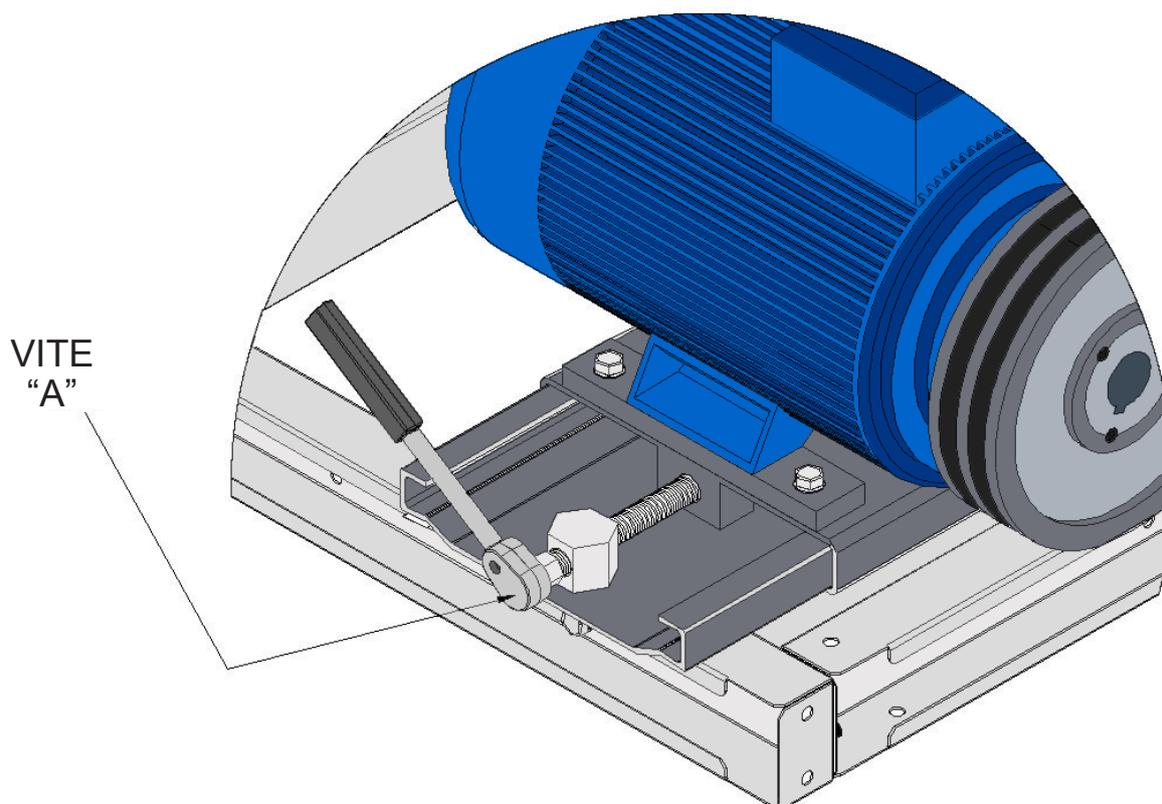

Fig. 9
5. se "C" risulta minore (cinghia troppo tesa) agire sulla vite "A" (vedi Fig. 9), avvicinando il motore al ventilatore, se "C" risulta maggiore (cinghia troppo lenta) agire sempre sulla vite "A" allontanando il motore dal ventilatore;